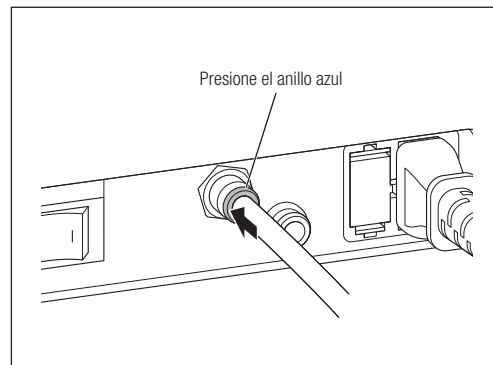

Fig. 3
- 3) Para quitar la manguera de aire, tire de esta mientras presiona el anillo azul hacia la unidad de control (Fig. 3).